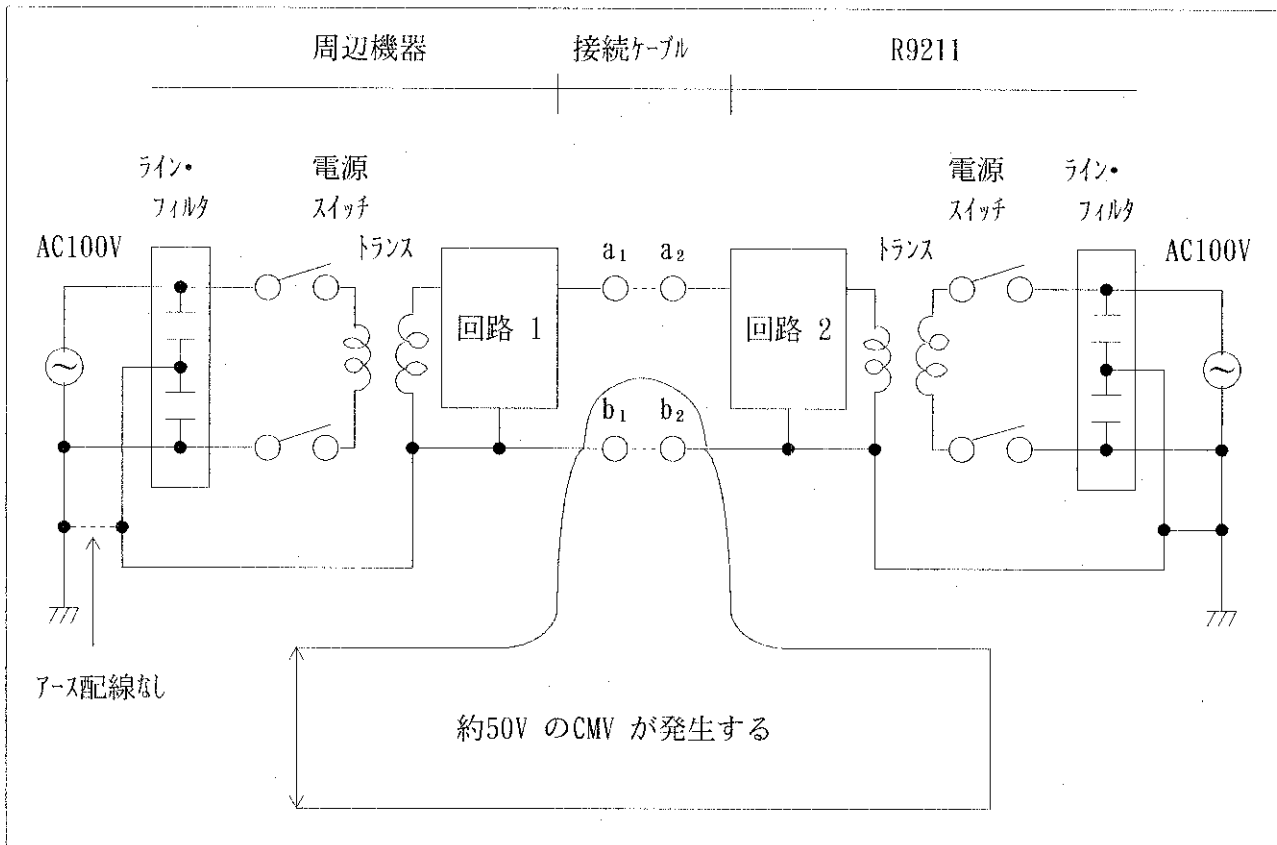

図1-4 電源ラインの CMV発生ループ
- (2) アース接地のない電源ラインを使用した場合〔図1-4〕に示すループによって、約 50VのAC電圧(CMV)が端子 $a_1$ - $a_2$ 、 $b_1$ - $b_2$ 間に発生します。このとき、グランド端子  $b_1$ - $b_2$ 間を開放状態にし信号端子 $a_1$ - $a_2$ を接続すると、回路1 および回路2 の入出力回路素子を破壊または劣化させる場合があります。このような事故を防ぐためには、アース配線された電源ラインを使用する必要があります。また、電源のON/OFFを電源ケーブルのプラグで行なうと、同様のCMV が瞬時的に発生するので、電源のON/OFFは必ず電源スイッチで行なって下さい。
- (3) やむを得ずアース配線されていない電源ラインを使用する場合は、図に示すグランド端子の接続および信号ケーブルの接続を行なった後に電源プラグを差し込み、電源スイッチをONにして下さい。